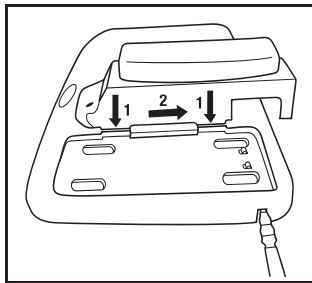

Fig. 1b
- Chargeur pour quatre piles TR-944N 3M^{MC} : Insérer le support de charge TR-640 3M^{MC} dans l'un des ports du chargeur TR-944N et le faire glisser pour le verrouiller en place (Fig. 1b). (**REMARQUE :** Lorsqu'on utilise le chargeur pour quatre piles, le cordon d'alimentation TR-941N n'est pas branché au support TR-640.) Brancher le cordon d'alimentation c.c. fourni avec la trousse dans la base du chargeur pour quatre piles. Brancher le cordon d'alimentation dans une source d'alimentation c.a. (100 à 240 V), par exemple une prise de courant murale. Il est possible de charger n'importe quelle combinaison d'au plus quatre blocs-piles 3M^{MC} simultanément.